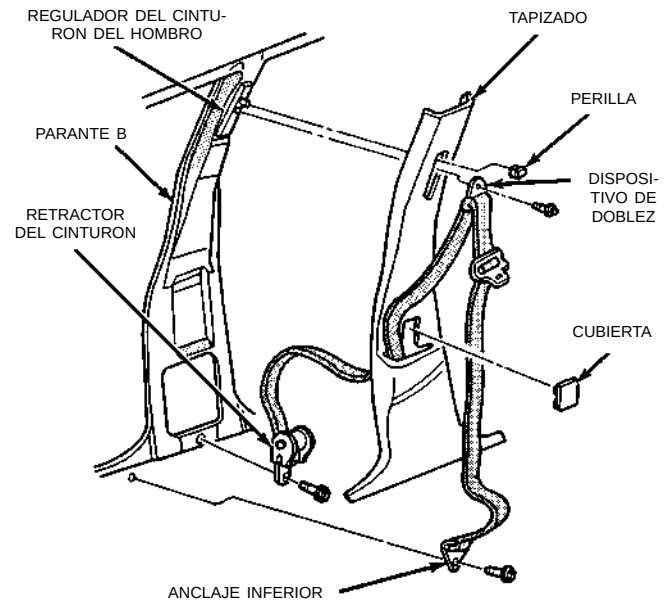

Fig. 65 Retractor del cinturón de seguridad delantero
- (1) Retire el tapizado del parante B.
- (2) Retire el perno que sujeta el retractor del cinturón de seguridad al parante B (Fig. 65).
- (3) Separe el retractor del cinturón de seguridad del vehículo.